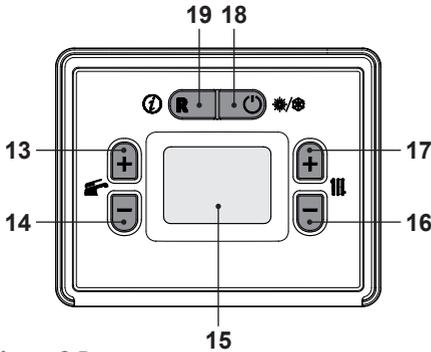

Figura 2.5
- Pulse el botón 18 hasta que aparezca en el display el símbolo  Figura 2.5.
La temperatura del agua caliente de impulsión de la calefacción puede regularse mediante los botones 16 (reducción) y 17 (aumento) (Figura 2.5) entre un mínimo de aproximadamente 28°C y un máximo de aproximadamente 55°C, o entre un mínimo de aproximadamente 50°C y un máximo de 80°C (consulte "Selección de la temperatura de consigna en calefacción" en la pág. 44). La primera vez que se pulsa uno de los dos botones se muestra el valor de "consigna", la segunda vez se puede modificar.
De todas formas, si la temperatura ambiente no resultase confortable, se puede aumentar o reducir la temperatura de impulsión de la instalación de calefacción en  $\pm 15^{\circ}\text{C}$  usando los botones 16 (reducción) y 17 (aumento) (Figura 2.5).
La temperatura del agua caliente sanitaria puede regularse mediante los botones 13 (aumento) y 14 (reducción) (Figura 2.5) entre un mínimo de aproximadamente  $35^{\circ}\text{C}$  y un máximo de aproximadamente  $60^{\circ}\text{C}$ . La primera vez que se pulsa uno de los dos botones se muestra el valor de "consigna", la segunda vez se puede modificar.